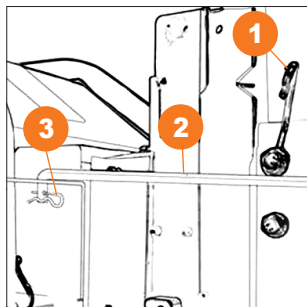

Рис. 11
- Отсоедините зажим **1** от вала изменения направления **2** (Рис.11)
- Отсоедините вал **2** от щетки, вытащив шплинт **3** (Рис.11)